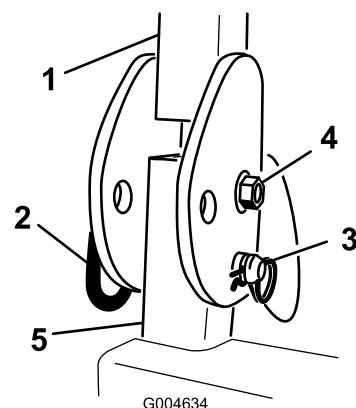

Figure 94
39. Placez le système ROPS sur ses montants. Montez le boulon, l'écrou, la goupille fendue et la goupille qui fixent chaque élément du système ROPS aux montants (Figure 94).